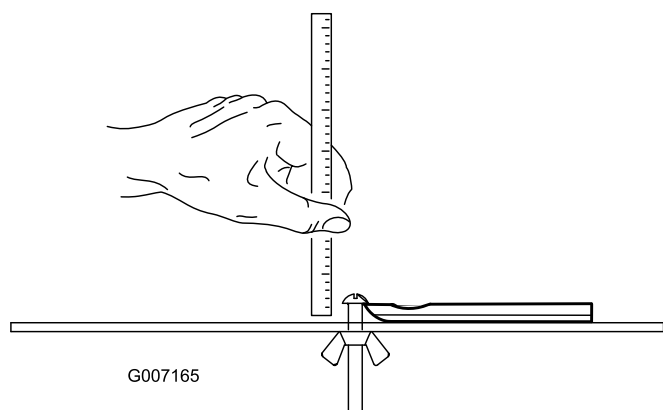

Figure 24
**Remarque:** Toutes les mesures de limite de service renvoient au bas de la contre-lame (Figure 24)